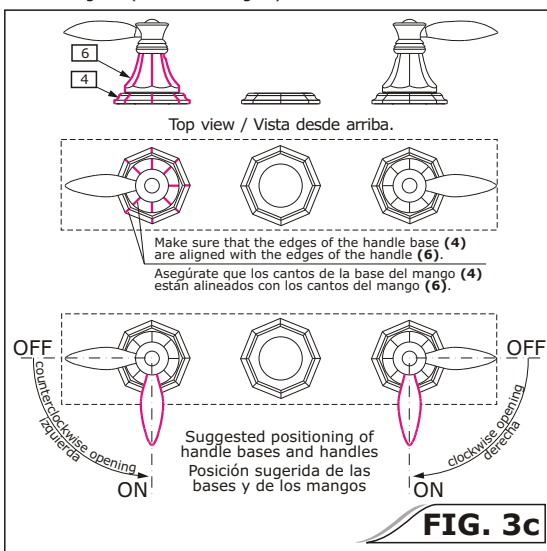

FIG. 3c
- ➔ After choosing the appropriate distance 'H' replace the handle (6) onto the spline of the valve head (1). Turn the left handle all the way to the left (in case of the right handle - all the way to the right) until it is in the OFF position. If the position of a handle is different then the one shown in the fig. 3c for ON position, take the handle off the spline of the valve and put it on correctly again. Rotate the handle to the OFF position. Screw in the attaching screw (7) with the hex key (included with the faucet).
- ➔ Al ajustar la distancia 'H' adecuada, coloca de nuevo el mango (6) sobre el saliente de la cabeza de la válvula (1). Gira el mango izquierdo hacia la izquierda (y el mango derecho hacia la derecha) hasta que alcance la posición OFF. Si la posición del mango es diferente de la indicada en la fig. 3c para la posición ON, saca el mango del saliente de la válvula y colócalo correctamente de nuevo. Gira el mango hasta la posición OFF. Atornilla el tornillo (7) con la llave hexagonal (incluida con el grifo).